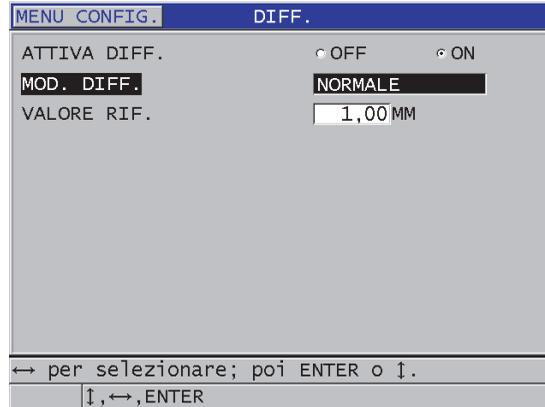

Figura 8-2 Schermata DIFF.
3. Nella schermata **DIFF** (vedere Figura 8-2 a pagina 133):